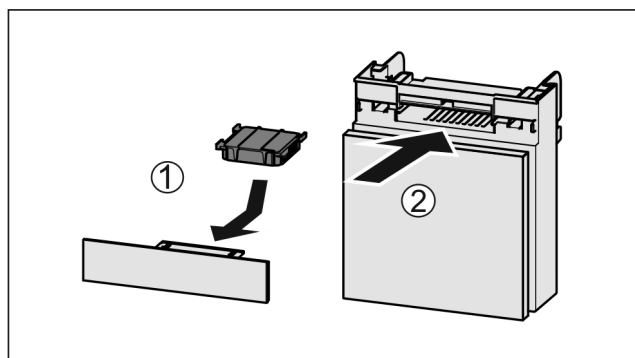

Fig. 196
- ▶ 按图装入 Fig. 196 (1) 活性炭过滤器。
- ▶ 推入 Fig. 196 (2) 抽屉。